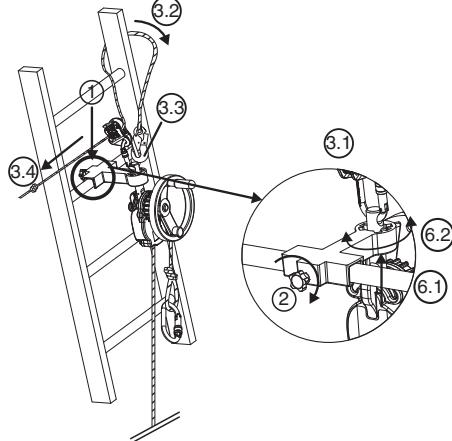

Abb.7
### 6.3.3 Gerät DEROPE™ UP K (Abb. 7)
1. Den kleinen Adapter an der für die Rettung erforderlichen Stelle über der zu rettenden Person an der Leiterprosse anbringen (Abb.7, 1).
2. Den Sicherungsbolzen an der Rückseite des kleinen Adapters mit Hilfe des Rändelknopfs festziehen (Abb.7, 2).
- Den Karabinerhaken der Einstellvorrichtung LCM 05 in der oberen Bohrung des Befestigungsbolzens befestigen (Abb.7, 3.1).
- Das Halteseil um die über dem Adapter gelegene Sprosse und um einen der Leiterholme führen (Abb.7, 3.2).
- Den Karabinerhaken des Halteseils am Karabinerhaken der Einstellvorrichtung LCM 05 befestigen (Abb.7, 3.3).
- Das Halteseil durch Ziehen am Leertrum spannen (Abb.7, 3.4).
6. Das DEROPE™-Gerät nach Bedarf ausrichten, indem die Position des Befestigungsbolzens in der Positionierungsvorrichtung geändert wird (Abb.7, 6.1 - 6.2).